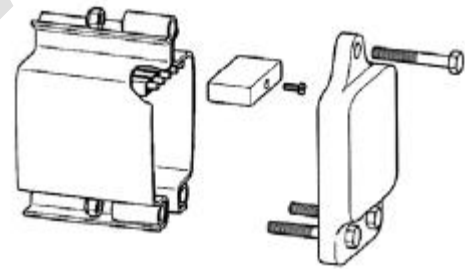

图 11
- JK BK II 滑触线轨道非接线端，用自攻螺钉将滑触线终端护套拧紧到中央滑触线（接地保护导体）上，再用带缓冲器的轨道端盖将轨道封闭。（见图 11）